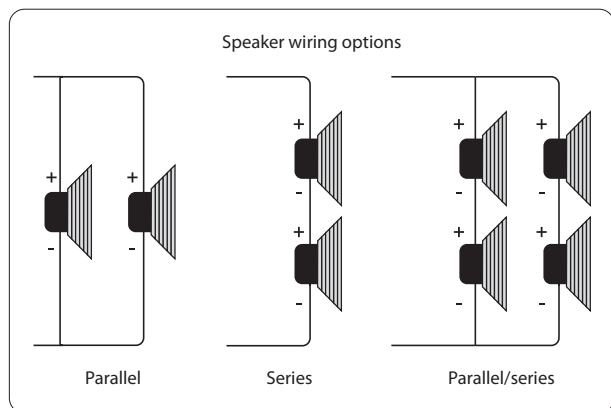

Fig. 4.1: rappresentazione grafica delle diverse configurazioni circuitali
- ♦ Osservare a riguardo anche le figure 4.1 e 4.2.